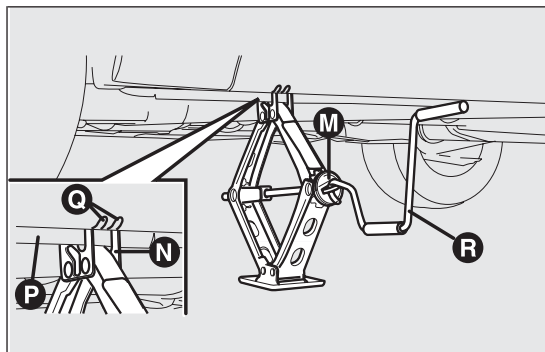

fig. 145
- ☐ azionare il dispositivo M fig. 145, in modo da distendere il cric, sin quando la scanalatura N sulla parte superiore del cric si inserisce correttamente sul profilo inferiore P ricavato sulla scocca in corrispondenza dell'indicazione Q (a circa 72 cm dal centro ruota anteriore oppure 75 cm dal centro ruota posteriore);
- ☐ inserire la manovella R fig. 145, per permettere l'azionamento del cric e sollevare la vettura, sino a quando la ruota si alza da terra di alcuni centimetri;
- ☐ azionare la manovella R fig. 145, del cric in modo da abbassare la vettura ed estrarre il cric;